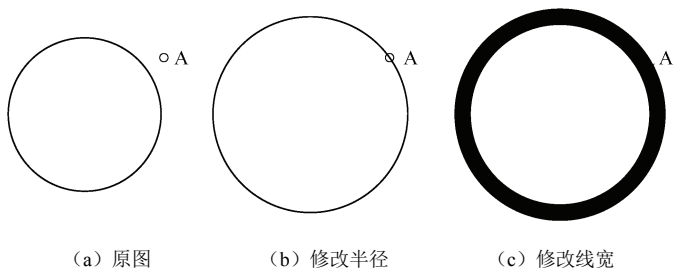

图 4-63 命令行修改特性示例
⑥ 线宽(LW)——修改线宽。
⑦ 厚度(T)——修改厚度。
⑧ 材质(M)——修改材质。
⑨ 注释性(A)——修改对象的注释性特性, 即是否改为注释性。
(4) 修改点: 对不同对象修改点的含义如下:
① 直线——将离修改点较近的点移到修改点上, 修改后的点受到某些绘图环境设置如正交模式等的影响。
② 圆——使圆通过修改点。如果回车, 则提示输入新的半径。
③ 块——将块的插入点改到修改点, 并提示输入旋转角度。
④ 属性——将属性定义改到修改点, 提示输入新的属性定义的类型、高度、旋转角度、标签、提示及默认值等。
⑤ 文字——将文字的基点改到修改点, 提示输入新的文本类型、高度、旋转角度和字符串内容等。
**【例 4.30】** 如图 4-63 (a) 所示, 绘制一圆, 修改圆的半径使通过 A 点, 并将宽度改成 1。
结果如图 4-63 (b) 图例所示。
打开宽度开关, 结果如图 4-63 (c) 图例所示。